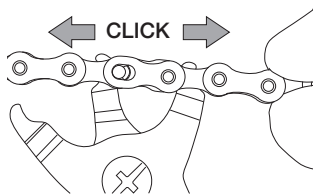

Abb.9
- Drücken Sie die Zange, bis Sie ein Klick durch die Positionierung der beiden Stifte im Ösenbereich mit dem geringeren Durchmesser hören (Abb. 9).